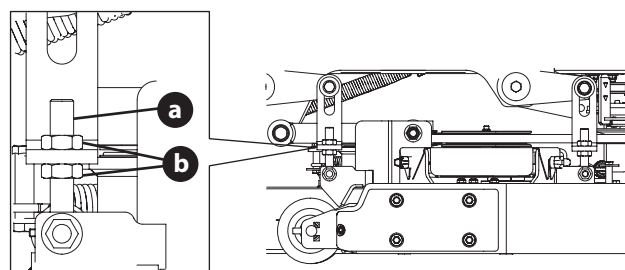

Fig. 31
- Ajuste el perno de ojo (a) en la parte delantera izquierda de la plataforma para que la altura desde la punta de la cuchilla externa derecha a la tierra coincida con la de la punta de la cuchilla externa izquierda. Esto se hace aflojando las contratuercas (b) en el perno de ojo (a) y apretando la contratuerca superior (b) para elevar la plataforma y aflojando la contratuerca (b) para bajar la plataforma. La altura de la punta de la cuchilla externa derecha se fija con el perno de ojo derecho (a), por lo que debe ajustar la punta externa izquierda para que coincidan (Fig. 31).
- Cuando logre el ajuste correcto, vuelva a apretar la contratuerca (b) (Fig. 31).
- Afloje las contratuercas (b) en la parte posterior izquierda y derecha de los pernos de ojo (a). Consulte la (Fig. 31).
- Comience en la parte posterior derecha para elevar la parte trasera de la plataforma, ajuste la contratuerca superior (b) para elevar la plataforma o afloje la contratuerca superior (b) para bajar la plataforma (Fig. 31).
- Ajuste la contratuerca (b) en la parte trasera izquierda para eliminar la "holgura" de la varilla roscada (Fig. 31).
- Apriete ambas contratueras inferiores (b) para asegurar el ajuste de la plataforma (Fig. 31).
- El ajuste final sería eliminar la "holgura" del varillaje trasero izquierdo si la parte posterior de la plataforma se elevó ajustando las contratueras (b) en el perno de ojo (a). Afloje las contratueras (b) y apriete la contratuerca superior (b) para eliminar la "holgura" (Fig. 31 a la página 60).
- En muchos casos será necesario ajustar la altura de la plataforma usando los ajustes de ambos pernos de ojo (a) y el ajuste de inclinación para lograr las alturas correctas entre cuchillas y suelo (Fig. 31 a la página 60). Si recuerda que el ajuste de la punta delantera de la cuchilla derecha es fijo y usted nivela a esa altura, el ajuste de las plataformas será más simple.